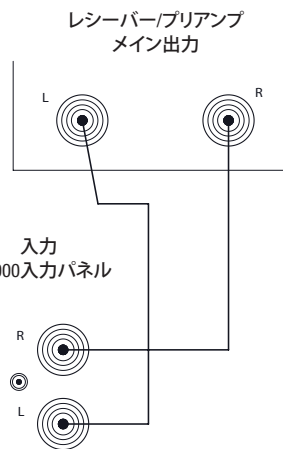

図5
- 図5にあるように、SA1000リアパネル上の各入力コネクタにレーザー/プリアンプの左右のメイン出力をデュアルチャンネルRCA/パッチケーブルで接続してください。